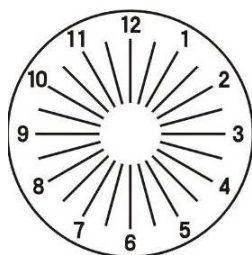

Fig.32
(4) Rotiți butonul cilindric al lentilei ②⑦ pentru a schimba valoarea C, .00 → .25 → .50 astfel încât fiecare linie să fie văzută în mod egal. Când este transformat la -0,50, graficul este așa cum se arată în Fig.32.